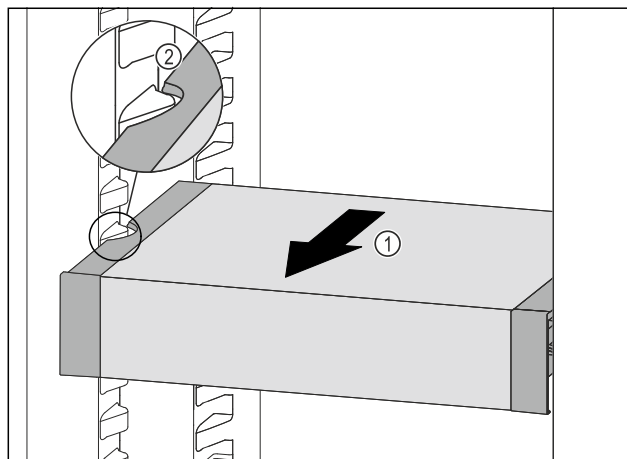

Fig. 54
- ▶ Táhněte VarioSafe dopředu Fig. 54 (1), dokud nebudou boční vybrání VarioSafe na úrovni žebrování na nádoby v chladničce. Fig. 54 (2)